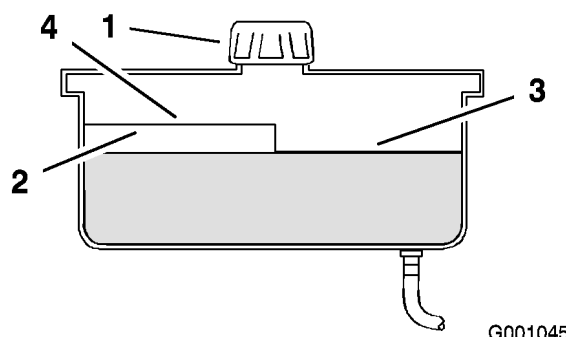

Figura 52
2. Limpie alrededor del cuello de llenado del depósito de aceite hidráulico (Figura 52).
3. Retire el tapón del cuello de llenado. Mire dentro para ver si hay aceite en el depósito (Figura 52).
Nota: El nivel de aceite debe llegar a la parte superior del nivel caliente del tabique cuando el aceite está caliente (Figura 52).